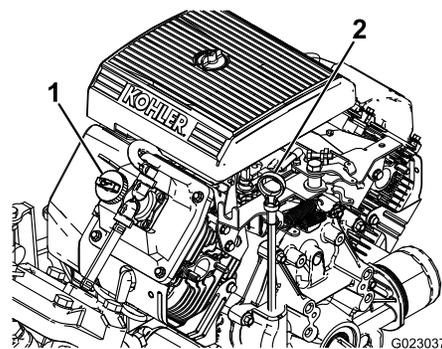

図 27
2. ディップスティックを抜き、ウェスで一度きれいに拭く(図 27)。ディップスティックを、チューブの根元までもう一度しっかりと差し込む。ディップスティックを引き抜いて油量を点検する。
3. オイルの量が不足している場合は、バルブカバーについている補給口のキャップ(図 27)を取り、ディップスティックの FULL マークまで補給する。補給するときは、ディップスティックで確認しながら少量ずつ入れる。入れすぎないように注意してください。
8. 所要量の約 80% のオイルを補給口から入れる (図 27)。